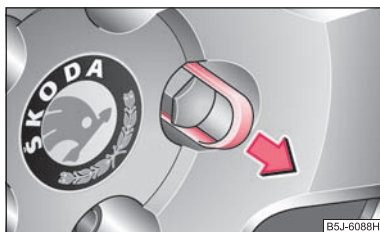

Fig. 153 Changement de roue: Enlever le capuchon du boulon de roue
- Retirez le chapeau de la roue au moyen de l'**agrafe en plastique** ⇒ fig. 153.